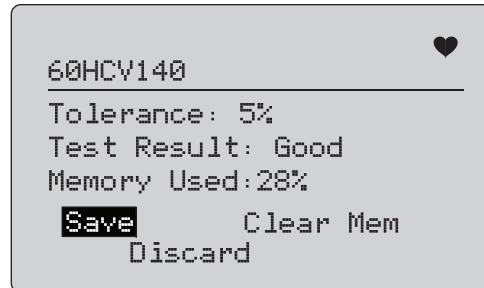

Рисунок 59. Результаты проверок
7. Нажмите **[ГЛ]**, чтобы начать проверку. См. Рисунок 59.